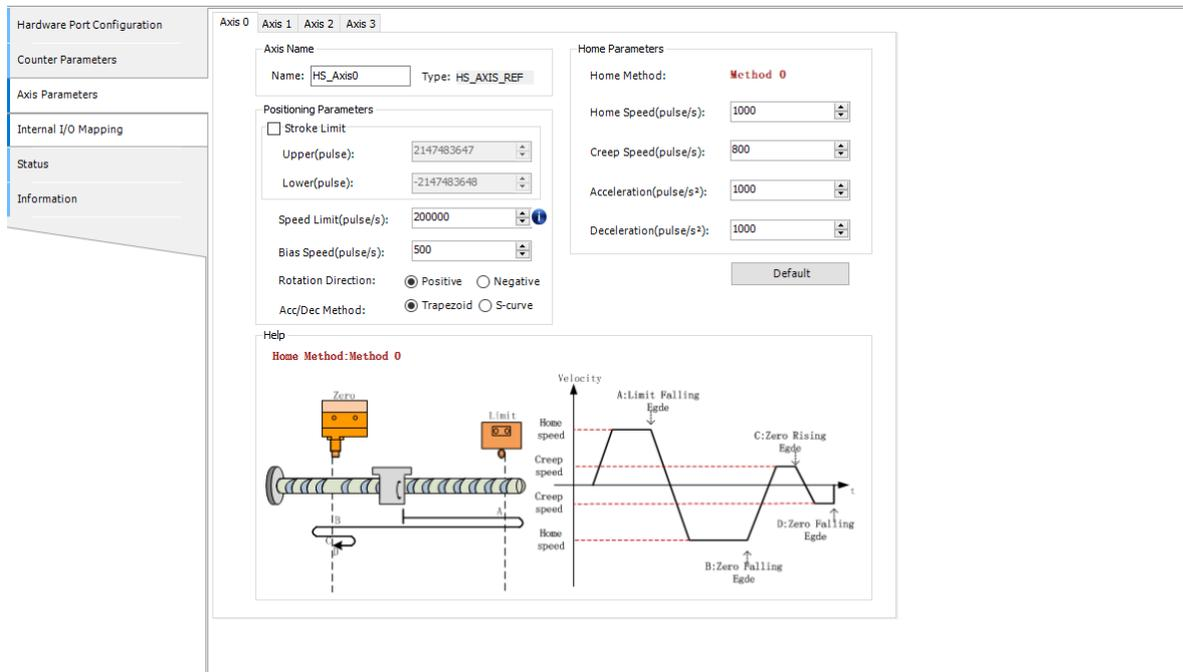

Рис. 2.14. Axis
2. «Axis» – добавление оси (рис. 2.14). После выставления галочки в окне «Axis parameters» открывается возможность задавать параметры оси. При подключении к высокоскоростным входам/выходам будет осуществляться импульсное управление приводом.